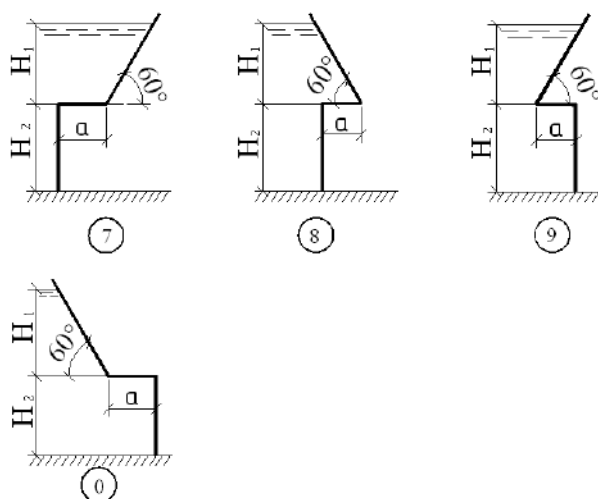

Рис. 3.3. Схемы подпорной стенки
**Задача 4.** Построить эпюру избыточного гидростатического давления воды на ломаную прямоугольную стенку шириной  $b$ . Определить силу весового давления воды и точку приложения силы давления (центр давления) на каждый участок стенки аналитическим и графоаналитическим методами. Плотность воды принять равной  $\rho = 1000 \text{ кг/м}^3$ . Исходные данные приведены на рис. 3.3 и в табл.